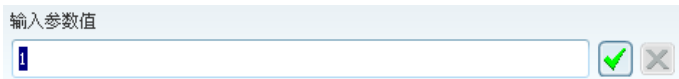

图 5.3.24 “输入参数值”文本框
- 如果在 Step3 中选取图 5.3.23 所示的注解, 右击选择 **编辑值** 命令后, 系统在信息提示区显示图 5.3.24 所示的“输入参数值”文本框, 在其中的文本栏输入值后单击 **✓** 按钮, 则视图中注解的值显示为被改变。